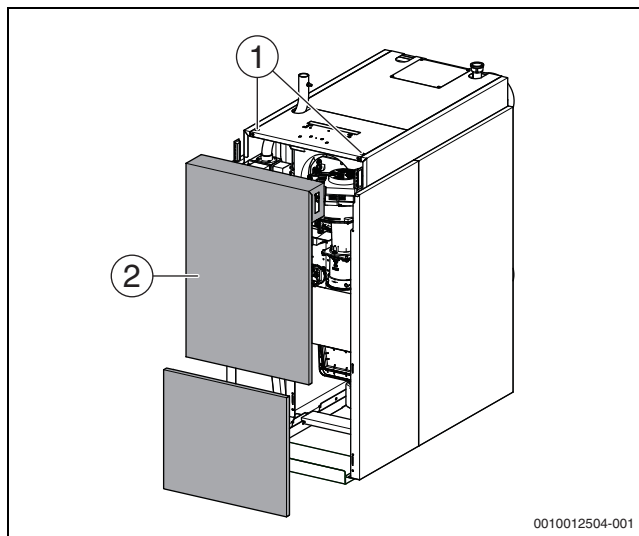

Рис. 33 Снятие передней стенки
- ▶ Поверните стопорные винты (→ рис. 33, [1]) на верхней стороне котла подходящим инструментом против часовой стрелки и разблокируйте переднюю стенку котла.
- ▶ Наклоните переднюю стенку котла (→ рис. 33, [2]) вперёд и поднимите вверх из нижней направляющей.